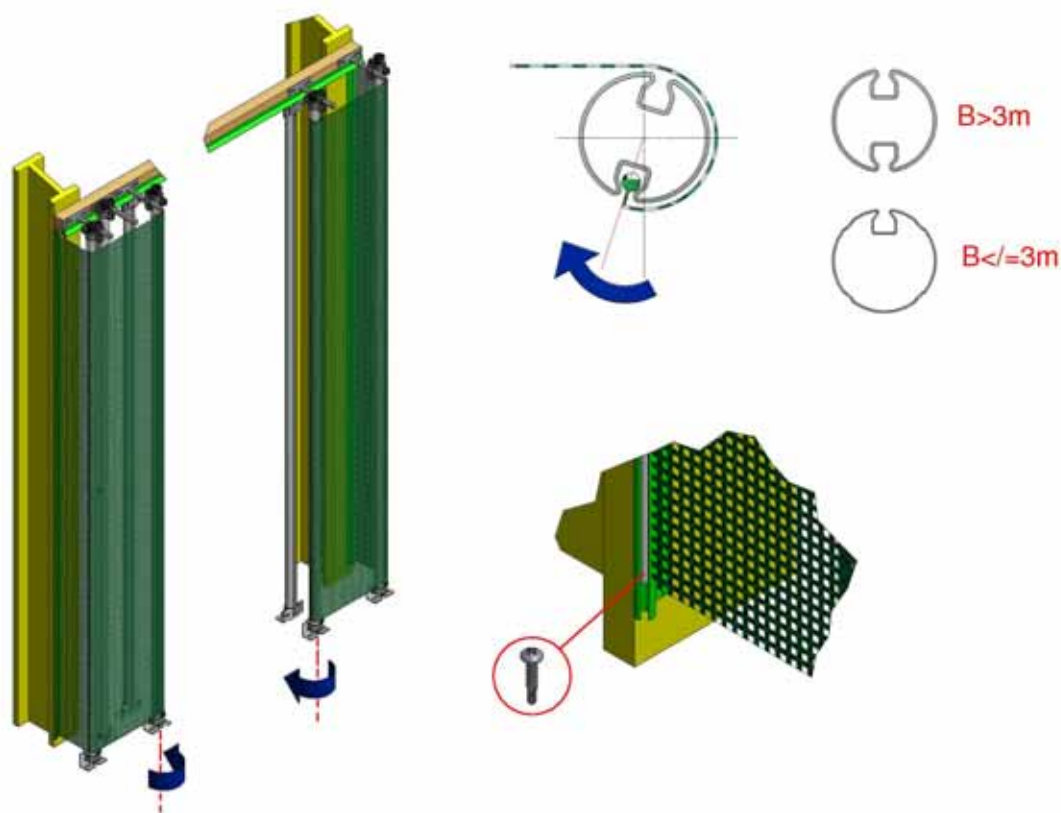

Figure 22 : couvercles d'extrémité
4.10 Une fois l'installation du moteur électrique terminée, y compris celle des interrupteurs de fin de course, il s'agit de poser les couvercles d'extrémité externes (V1), Figure 22. Enfiler le bord Kador du couvercle dans le profilé vertical (F1) sur le bâtiment et l'autre dans la cannelure du tube de commande. Les couvercles sont tendus verticalement à la main et fixés en employant la même méthode de vissage que pour le rideau. Une tension transversale est produite par la rotation du tube vertical auquel le couvercle est fixé. Une fois tendu, le tube vertical peut être maintenu en utilisant les brides transversales (G2) fournies.